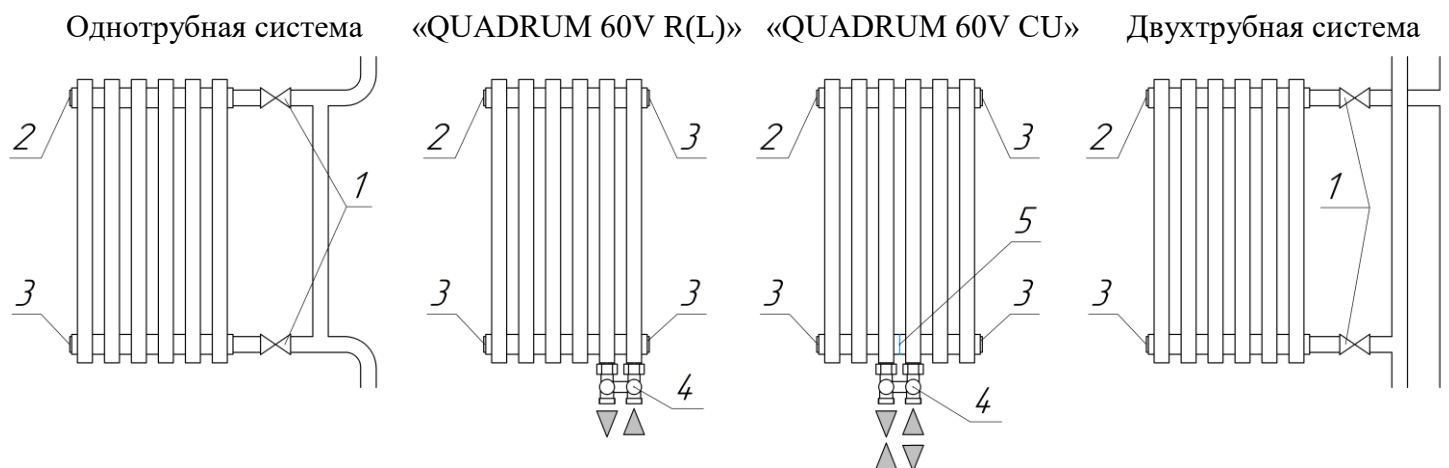

Рис.2 1. Вентиль. 2. Кран Маевского - воздухоотводчик. 3. Пробка глухая. 4. Запорно-присоединительный клапан нижнего подключения. 5. Внутренняя перегородка.
5.7. Схема подключения радиаторов приведена на рис. 2.